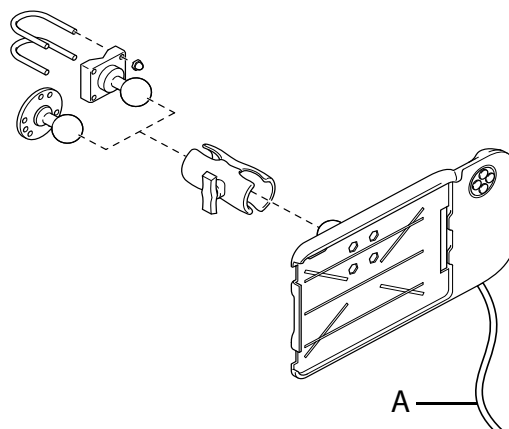

Figure 5.4
- 1** Proveďte správnou instalaci držáku v kabině traktoru. Držák by měl být umístěn tak, aby byl při jízdě dopředu v zorném poli. Úchyt připevněte tak, jak je znázorněno na "Figure 5.4".